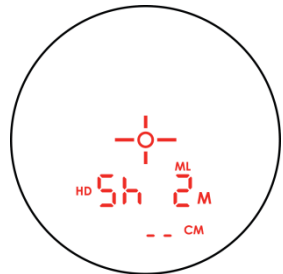

Abbildung 35
4. Auf der Hauptanzeige werden Sie nun zur zweiten Messung aufgefordert; die Anzeige sollte so ähnlich wie in Abbildung 35 aussehen. Blicken Sie durch das Okular und visieren Sie das zweite Ziel mit dem Fadenkreuz an. Halten Sie  gedrückt und der Laser-Indikator  wird angezeigt, solange der Laser aktiv ist. Der Laser bleibt während der Zieldatenerfassung max. 10 Sekunden aktiv.